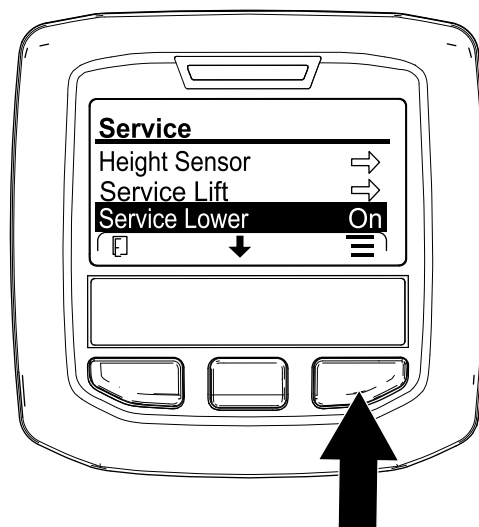

Figura 178
6. Apăsăți butonul central InfoCenter până când este selectată opțiunea SERVICE LOWER (Coborâre pentru service) (Figura 178) și apăsăți butonul din dreapta.